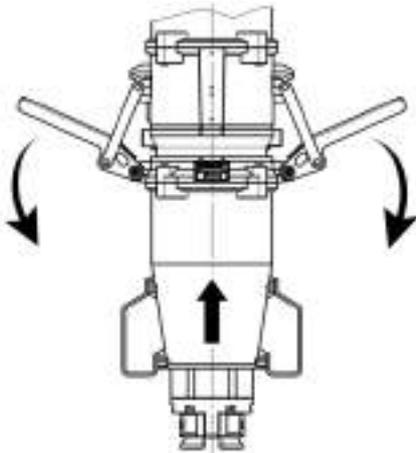

Abb.62: Verschlusshebel schliessen
3. Beide Verschlusshebel gleichzeitig zum Körper hin ziehen, um die Verschlusshebel zu schliessen (Abb. 62 /Pfeile).